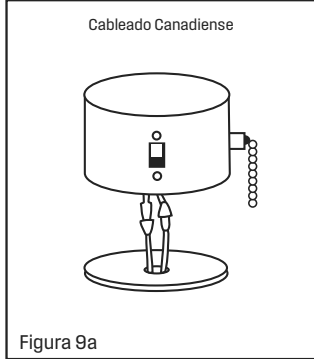

Figura 9a
5. NOTA: Para las especificaciones canadienses, por favor use el sistema de enchufe (Vea la figura 9a). Si